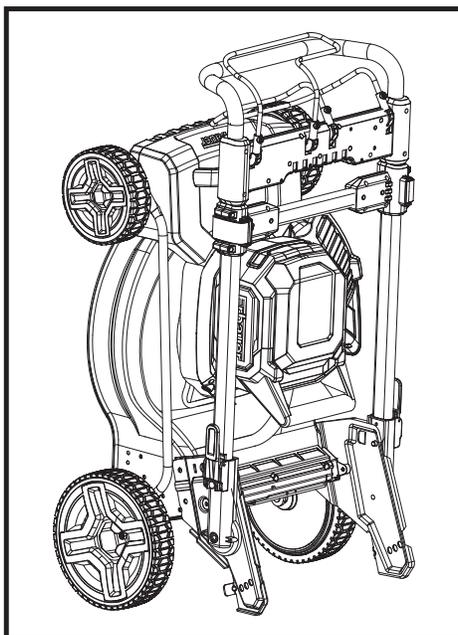

Fig. 24
1. Mettre le produit hors tension et retirer la batterie (26) avant le rangement.
3. Il est conseillé de plier le guidon et de ranger le produit à la verticale pour gagner de la place (Fig. 24).